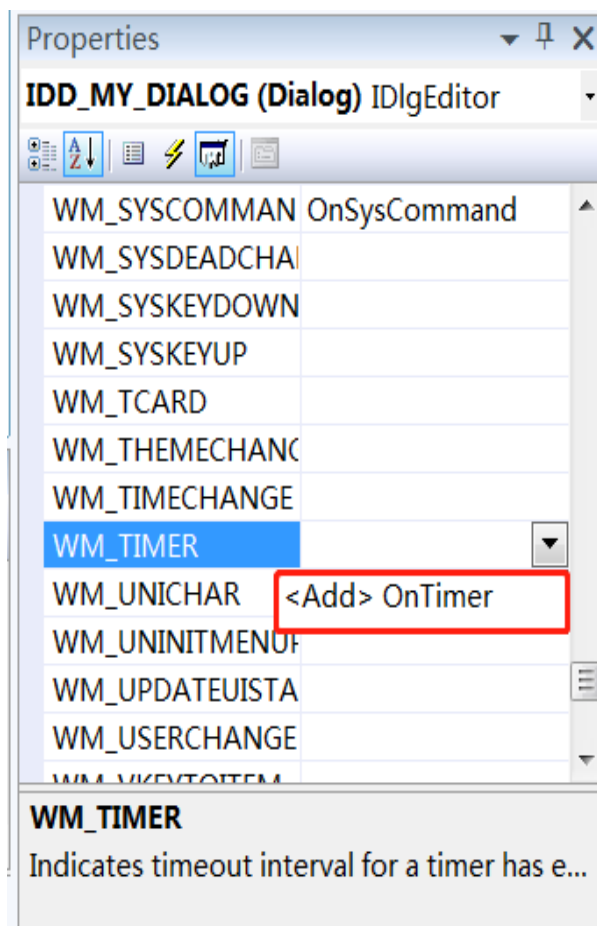

图31
13、在窗体的属性视图中添加消息处理函数，这里我们双击红框，加入定时器，以便获取规划位置、规划速度等变量的实时变化，如图31